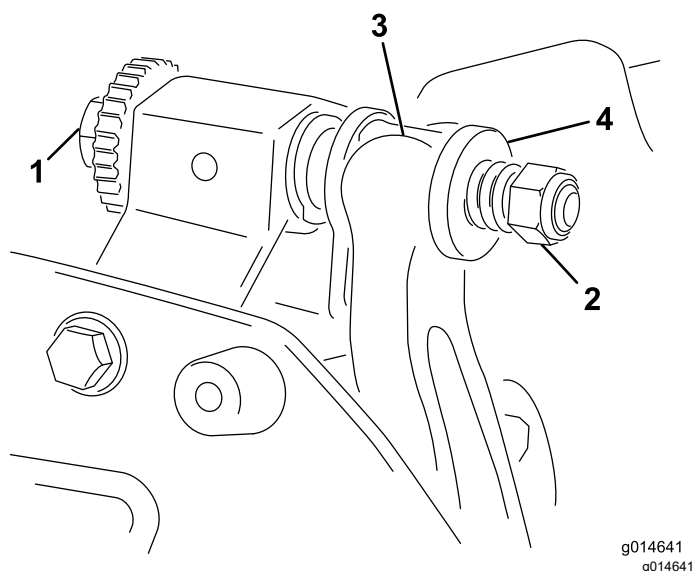

図 20
1. ベッドバー調整ねじを左に回して下刃とリールの接触を完全になくす 図 20。
2. スプリングテンションナットをゆるめて、ワッシャがベッドバーを全く押さないようにする 図 20。
1. ワッシャとベッドバー調整ねじとの間にベッドバーの固定用耳を入れる 図 20。